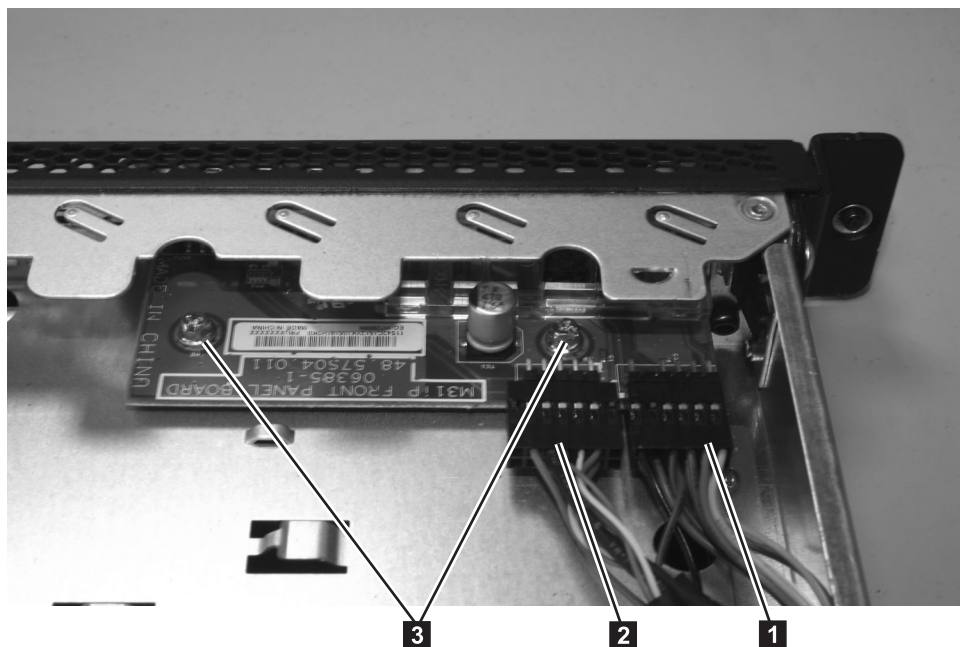

図 210. SAN ボリューム・コントローラー 2145-8A4 オペレーター情報パネル
5. オペレーター情報パネル を CD/DVD ベイ・ハウジングに固定しているねじ (253 ページの図 210 の 3) を取り外します。
7. ライト・パネル・ケーブル **1** および USB ケーブル **2** を、オペレーター情報パネル・ボードから切り離します (図 210 を参照)。